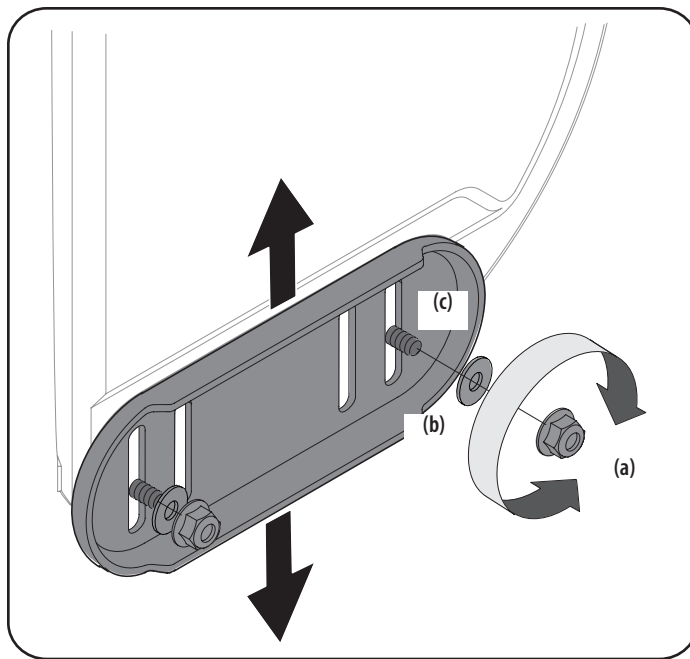

Figura 13
1. Afloje las cuatro tuercas de seguridad con brida (a) (dos en cada lado) y las arandelas (b) y los pernos del carro (c). Mueva las zapatas antideslizantes a la posición deseada. Vea la Figura 13.
3. Ajuste nuevamente con firmeza las tuercas de seguridad con brida (a), las arandelas (b) y los pernos del carro (c). Vea la Figura 13.